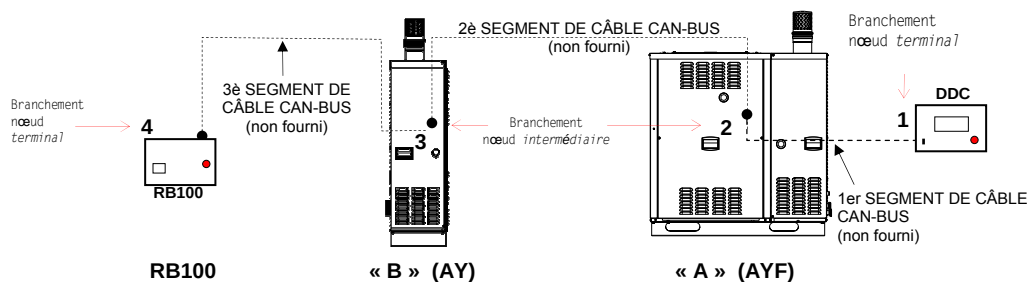

Figure 15 Exemples de réseau CAN BUS à 4 nœuds = 2 unités + 1 RB100 + 1 DDC
L'appareil et le DDC communiquent par le réseau CAN BUS Figure 15, en page 34.
Le réseau CAN-BUS illustré par le schéma de la Figure 15 comprend les nœuds suivants.
- Si le DDC est un **nœud intermédiaire** du réseau (voir Figure 15/page 34): exécuter aussi le point 7 ;
- Si l'appareil est un **nœud intermédiaire** du réseau (Figure 15/page 34) exécuter aussi le point 7.